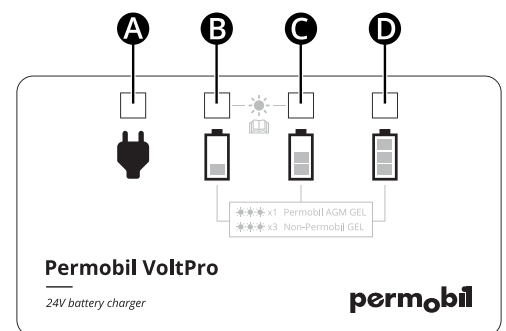

Abbildung 6. Anhand von LED-Anzeigen wird der Ladezustand der Batterie angezeigt.
- Beachten Sie, ob die LEDs einmal oder dreimal blinken. Die LEDs **B**, **C** und **D** werden blinken, sobald Sie das Netzkabel des Ladegeräts an einer geeigneten Steckdose anschließen, siehe Abbildung 6.